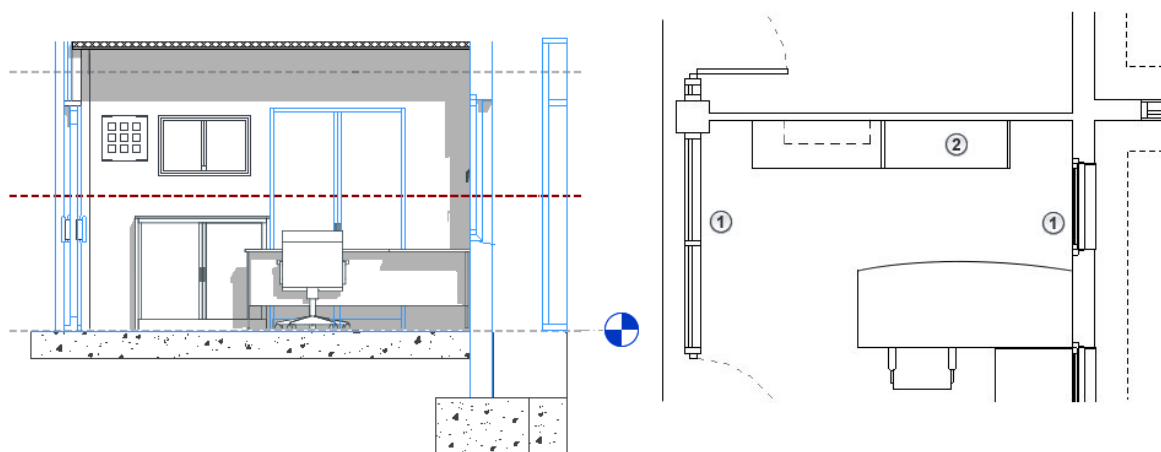

Рисунок 3.46. Пример невырезаемых элементов
На следующем виде фасада элементы (рис. 3.46), пересекающие секущую плоскость, выделены синим цветом. На виде в плане справа обозначено: ① – элементы, создаваемые с применением веса линий разреза (стены, дверь и окно); ② – невырезаемые элементы, создаваемые с применением веса линий проекции (шкафы).